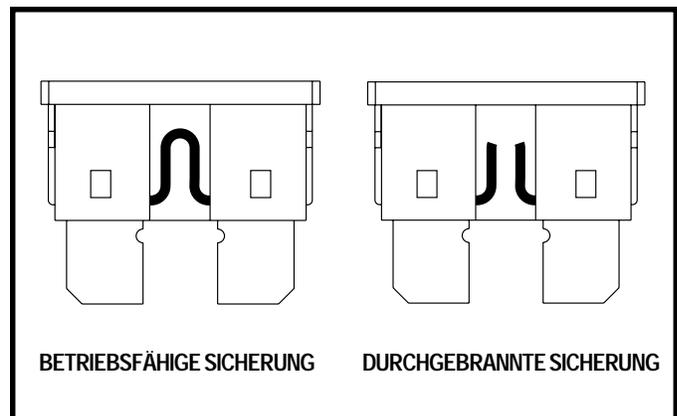

Abbildung 19. Sicherungswechsel
- Überprüfen Sie die Sicherung an dem roten Kabel in der Nähe der Batterie. Ist sie durchgebrannt, ersetzen Sie sie mit einer neuen 25A Sicherung. **Siehe Abb. 19.**